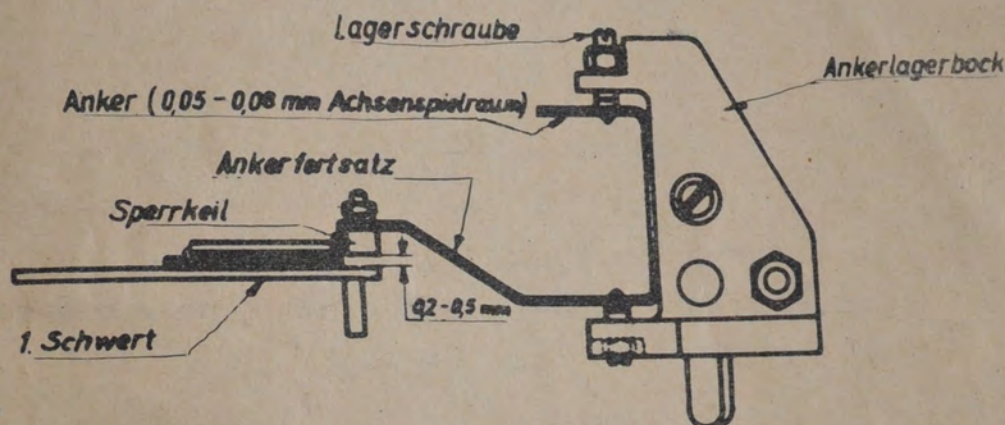

Abb. 1
1. Stelle den Anker mittels der Lagerschrauben so ein, dass zwischen der unteren Seite des Sperrkeils und dem 1. Wählschwert ein Abstand von 0,2 bis 0,5 mm besteht. (Abb. 1) Der Anker soll sich leicht bewegen. Achsenspielraum 0,05 bis 0,08 mm.